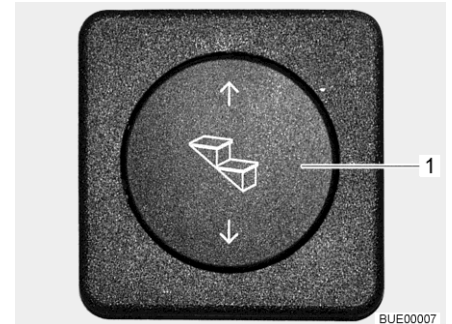

Bild 10 Bedientaster Eintrittstufe
- Wipptaster (Bild 10,1) unten drücken und gedrückt halten (mindestens 3 Sekunden), bis die Eintrittsstufe vollständig ausgefahren ist.
- Wipptaster (Bild 10,1) oben drücken, bis die Eintrittsstufe vollständig eingefahren ist.